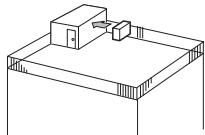

Fig. 2-4
- ① Поставете изхода за въздух с лице към най-близката стена на разстояние 35 см от стената. (Fig. 2-4)